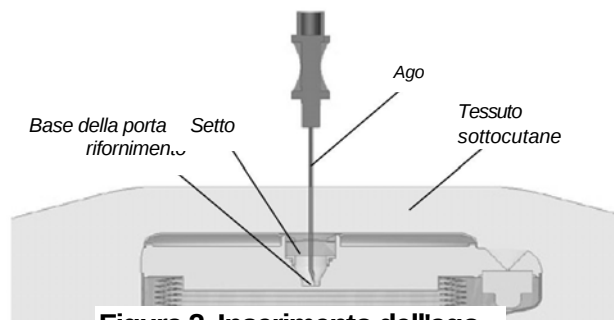

Figura 2. Inserimento dell'ago
4. raggiungere la base metallica della porta di rifornimento (figura 2).